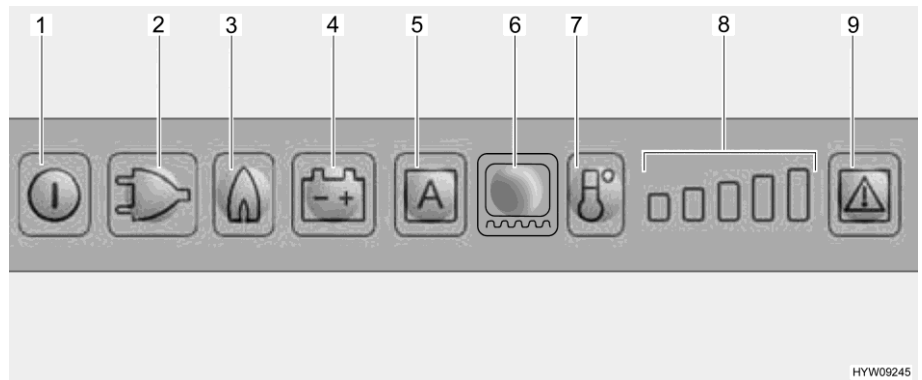

Bild 186 LED-Beleuchtungsfeld (Kühlschrank Dometic)
Beim Anwählen des Gasbetriebs wird die Züandsicherung automatisch geöffnet, so dass Gas zum Brenner strömen kann. Gleichzeitig wird der elektronische Zünder eingeschaltet. Erlischt die Gasflamme, z. B. durch einen Luftzug, wird der Zünder sofort aktiviert und zündet das Gas wieder an. Bei Störung im Gasbetrieb blinken die Leuchttasten Gas (Bild 186,3) und Störung (Bild 186,9), und es ertönt 20 Sekunden lang ein akustischer Alarm.
Einschalten: ■ Taste Ein/Aus (Bild 186,1) etwa 2 Sekunden lang drücken. Der Kühlschrank schaltet sich ein, die zuletzt gewählte Betriebsart wird angezeigt.
Betriebsart wählen: ■ Leuchttaste für die gewünschte Betriebsart (Bild 186,2 - 4) oder den Automatikmodus "AES" (Bild 186,5) (nur bei Ausführung AES) drücken.
Kühltemperatur einstellen: ■ Kühltemperatur mit der Taste Kühlstufe (Bild 186,7) einstellen. Die Kühlstufen-Anzeige (Bild 186,8) zeigt die gewählte Thermostat-Einstellung an.
Ausschalten: ■ Taste Ein/Aus (Bild 186,1) etwa 2 Sekunden lang drücken.
Nach dem Einschalten wählt der Kühlschrank automatisch die mittlere Thermostat-Einstellung. Diese Einstellung kann manuell mit der Taste Kühlstufe (Bild 186,7) nachgeregelt werden. Es dauert einige Stunden, bis der Kühlschrank die normale Betriebstemperatur erreicht hat. Beim Umschalten auf eine andere Betriebsart wird die Thermostat-Einstellung beibehalten.
- Rahmenheizung für eine Dauer von 2 Stunden einschalten: Leuchttaste Rahmenheizung (Bild 186,6) einmal drücken. Ein Balken der Kühlstufen-Anzeige (Bild 186,8) leuchtet.
- Rahmenheizung für eine Dauer von 5 Stunden einschalten: Leuchttaste Rahmenheizung (Bild 186,6) zweimal drücken. Zwei Balken der Kühlstufen-Anzeige (Bild 186,8) leuchten.
- Rahmenheizung auf Dauerbetrieb stellen: Leuchttaste Rahmenheizung (Bild 186,6) dreimal drücken. Drei Balken der Kühlstufen-Anzeige (Bild 186,8) leuchten.
Die Kühlstufen-Anzeige (Bild 186,8) zeigt einige Sekunden lang die Betriebsdauer der Rahmenheizung an.
Bei einer Störung blinkt die Leuchttaste Störung (Bild 186,9). Außerdem blinkt entweder eine der Leuchttasten Betriebsart oder die Kühlstufen-Anzeige. Zusätzlich ertönt ein akustisches Warnsignal. Hinweise zur Fehleranzeige und Fehlerbehebung siehe Kapitel 15.
- ▷ Nachdem eine Störung des Gasbetriebs behoben wurde, Leuchttaste Reset (Bild 186,9) drücken.